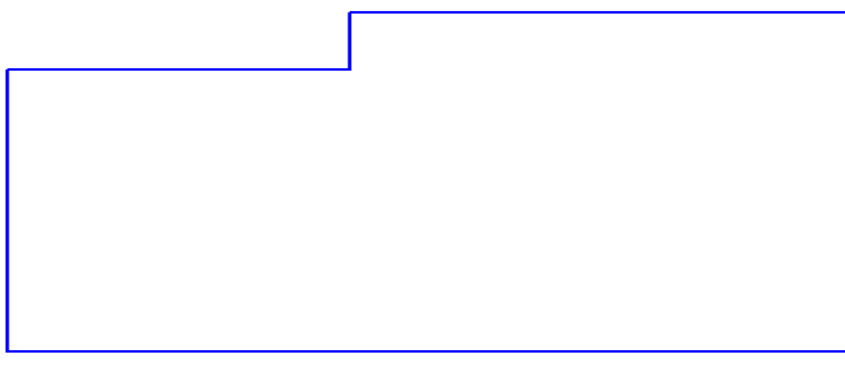

Рис. 5
- d. Получившийся отрезок поставьте на осевую вспомогательную линию, которую начертили в пункте 1 (рис. 5).
- j. Нажмите клавишу **Прервать команду**. Результат рис. 5.